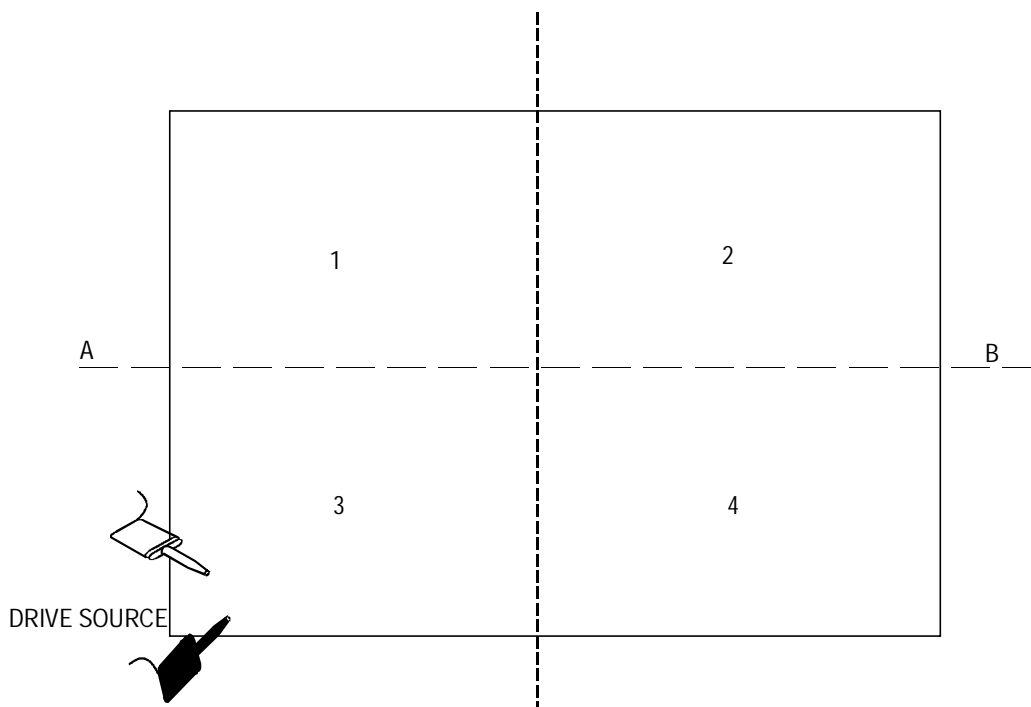

Fig 3 Découpage de la carte
- 1. La carte est d'abord divisée en quatre secteurs (Fig 3).